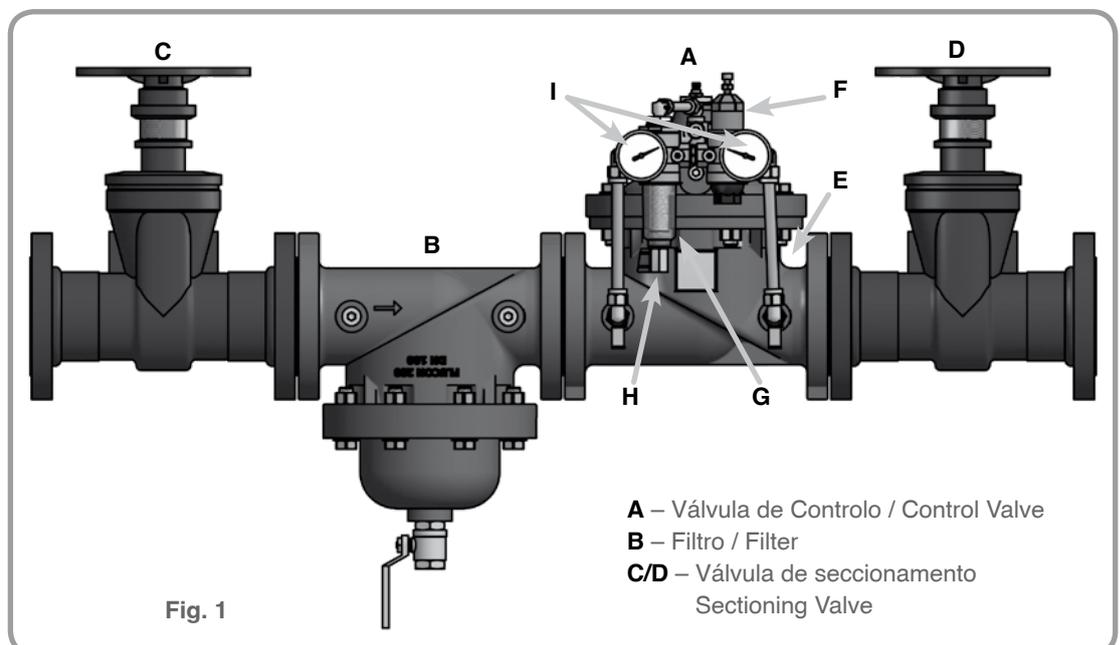

Fig. 1
- A periodicidade desta limpeza depende da qualidade da água. A malha de filtragem é mesh100 (H – Fig.1).
- Para limpeza de rotina basta abrir a válvula de purga manual (H) durante 2 segundos. Repetir a operação as vezes necessárias (**Atenção: não fazer purgas prolongadas com a válvula em serviço para não depressurizar a câmara de controlo**).
- Fechar as válvulas de seccionamento do sistema piloto e pugar o filtro por intermédio da purga manual (H- Fig.1), até pressão ser zero nos manómetros.
- Retirar copo do filtro (G - Fig.1)
- The cleaning frequency depends on the water quality. The filter has mesh100 (H - Fig.1).
- For routine cleaning simply open the manual drain valve (H) for 2 seconds. Repeat this process as often as necessary (**note: do not drain for long periods of time, to avoid depressurizing the valve upper chamber**).
- Close the upstream and downstream ball valves of the pilot system; drain the pilot system filter (Fig. 1-H), until the pressure gauges indicate zero pressure.
- Remove the filter bowl (G-Fig.1)
- Fechar válvula de seccionamento na linha principal a jusante da válvula de controlo (D – Fig.1).
- Fechar a válvula de macho esférico a jusante do sistema piloto (J – Fig.1), mantendo a de montante aberta (L).
- Desmontar um tampão na tomada do corpo da válvula a jusante (M – Fig.1 não visível).
- Close the sectioning valve at the main valve downstream (D - Fig.1).
- Close the ball valve at the pilot system outlet (J - Fig.1), keeping the entry ball valve opened (L).
- Remove one plug from the main valve outlet (M - not visible Fig.1).
- Fechar a válvula de seccionamento da linha principal a jusante da válvula de controlo (D – Fig.1).
- Abrir o eliminador de ar (Q – Fig.1) localizado no topo da tampa da válvula de controlo.
- Close both ball valves at the pilot system inlet and outlet (J, L - Fig.1).
- Open air purge (Q - Fig.1) located at the top of the main valve bonnet.